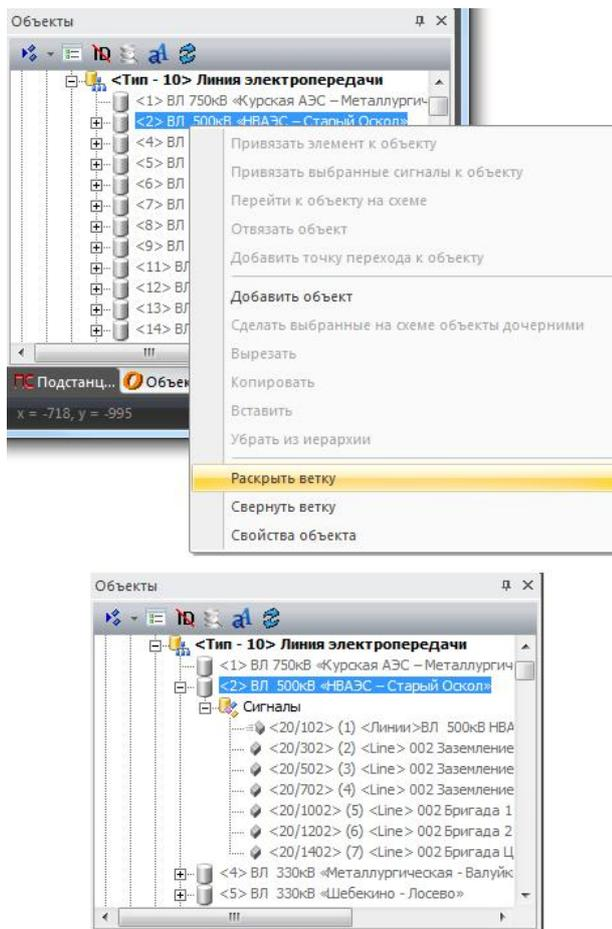

Рисунок 369 – Пример работы команд раскрыть и свернуть ветку
**Команда «Раскрыть ветку»** позволяет развернуть ветку для выбранного объекта (рисунок 369).